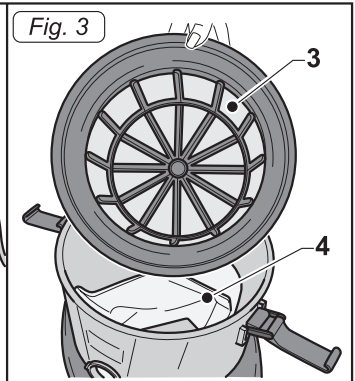

Fig. 3
- Rimuovere il filtro (3 Fig. 3) in poliestere.
- Controllare che all'interno dell'apparecchio sia montato il sacchetto in carta (4 Fig. 3).
- Se il sacchetto in carta (4 Fig. 3) non è presente, montarlo agendo come segue:
- Rimontare il filtro (3 Fig. 3) in poliestere.